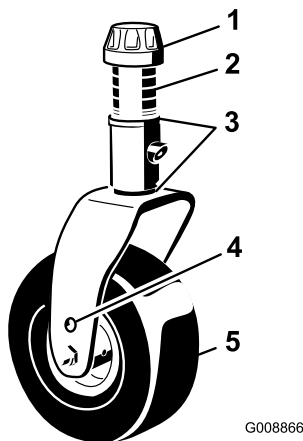

Figure 78
1. Enlevez le chapeau de tension de l'axe de pivot et sortez l'axe du bras pivotant (Figure 78).